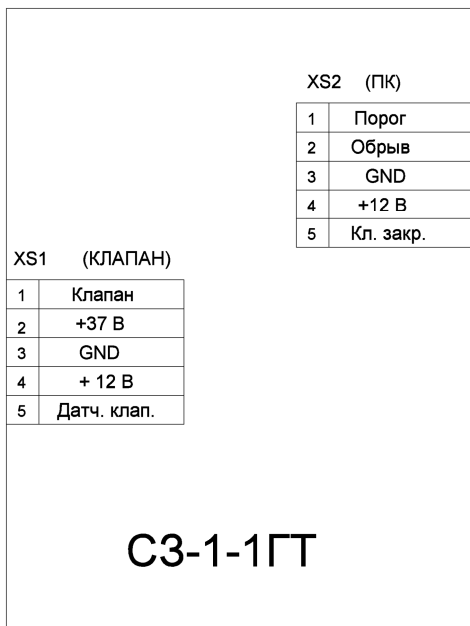

Рис. 3 – Схема электрическая подключений сигнализатора
1.4.4.1 При включении напряжения питания сигнализатор переходит в режим прогрева. При этом кратковременно включается индикатор ПИТАНИЕ и звуковая сигнализация, на контакт 4 (" +12 В") разъема XS1 – КЛАПАН (Рис. 3 стр. 15) выдается напряжение +(10-15) В. В течении 40 сек блокируются сигналы с датчика газа. Индикатор ПИТАНИЕ погашен. По окончании времени прогрева сигнализатор входит в штатный режим работы, включается индикатор ПИТАНИЕ, цвет свечения – зеленый.